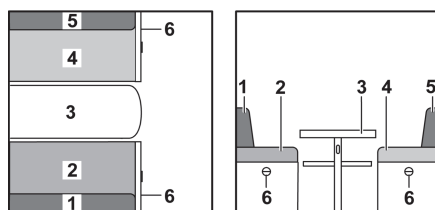

Fig. 142 Avant la transformation
- Agrandir la table (Fig. 142,3) et la transformer en sommier de lit (voir paragraphe 7.9).
- Enlever le coussin de dossier (Fig. 142,1) et le placer de côté.
- Tirer la poignée et ouvrir le portillon (Fig. 142,6).